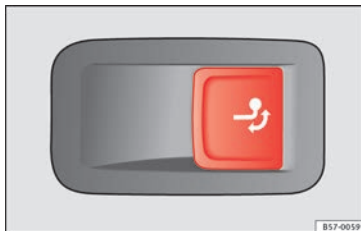

Fig. 235 En el lado derecho del maletero: tecla para desbloquear el enganche de bola.
- Tire de la tecla » fig. 235 brevemente. El enganche de bola se desbloquea eléctricamente y se gira automáticamente hacia fuera. El testigo de control de la tecla parpadea » fig. 235.
- Tire de la tecla » fig. 235 brevemente. El enganche de bola se desbloquea eléctricamente.
- Gire el enganche de bola por debajo del paragolpes con la mano hasta que perciba y oiga que encastra y se encienda el testigo de control en la tecla » fig. 235 de forma permanente.
- Si el testigo de control de la tecla » fig. 235 *parpadea*, significa que el enganche de bola aún no ha encastrado correctamente o que está dañado » ⚠.
- No pulse nunca la tecla » fig. 235 cuando haya un remolque enganchado o vaya montado un portaequipajes u otros accesorios sobre el enganche de bola.